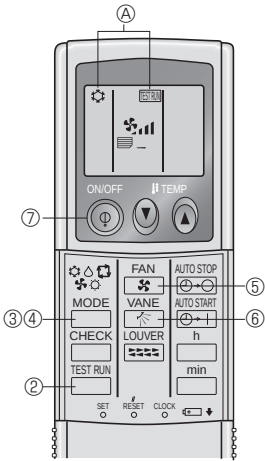

Fig. 7-5
7.2.2. Использование беспроводного пульта дистанционного управления (Fig. 7-5)
- ① Включите питание блока по крайней мере за 12 часов до начала испытаний.
- ② Дважды нажмите кнопку . (Начните данную операцию с выключенным дисплеем пульта дистанционного управления.)
- ③ Нажмите кнопку (, чтобы активизировать режим , затем проверьте исправность выдува холодного воздуха из прибора.
- ④ Нажмите кнопку (, чтобы активизировать режим , затем проверьте исправность выдува холодного воздуха из прибора.
- ⑤ Нажмите кнопку и проверьте, изменяется ли скорость вращения вентилятора.
- ⑥ Нажмите кнопку и проверьте исправность работы автоматических заслонок.
- ⑦ Для остановки пробного прогона нажмите кнопку ON/OFF (ВКЛ./ВЫКЛ.).